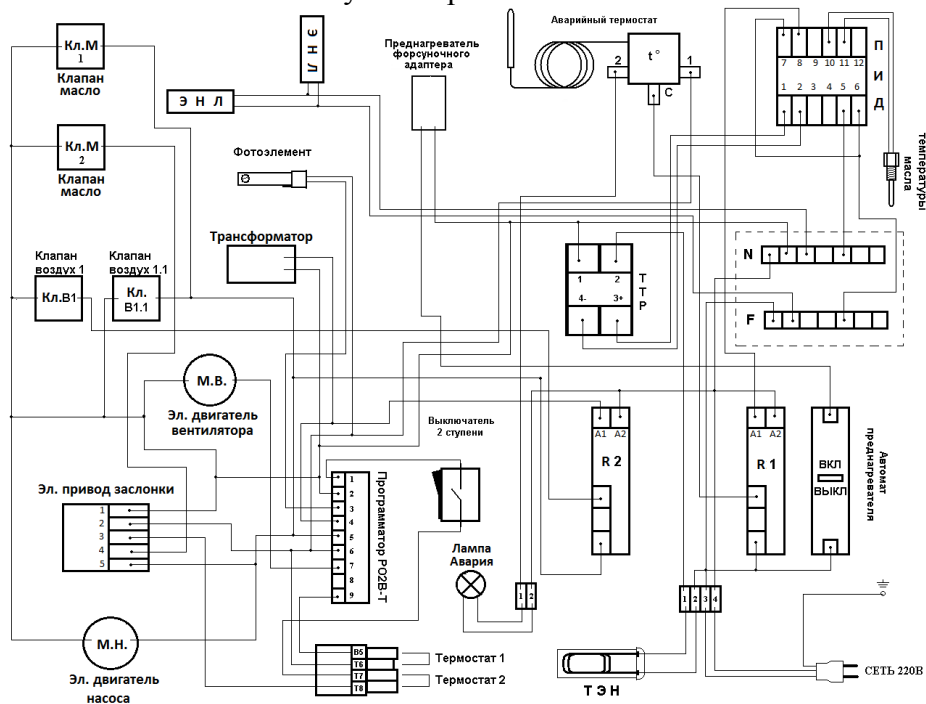

Рис.6.
- произвести коммутацию электрической схемы Горелки AL-15,25,35V\(T\) и топливного насоса двухжильным проводом сечением не менее 1 мм. На горелке есть вывод подписанный «НАСОС» (Рис.6);
3.5.1. Первый запуск осуществляется после монтажа Горелки на котел (п. 3.2) сборки монтажной схемы (Рис.4) и электрической схемы (Рис.6).